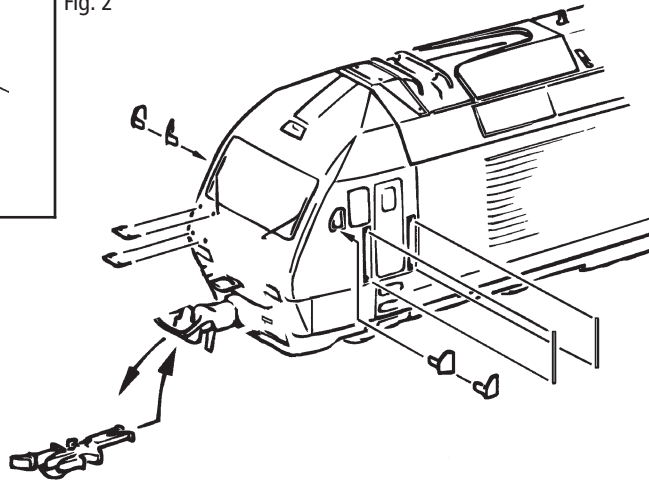
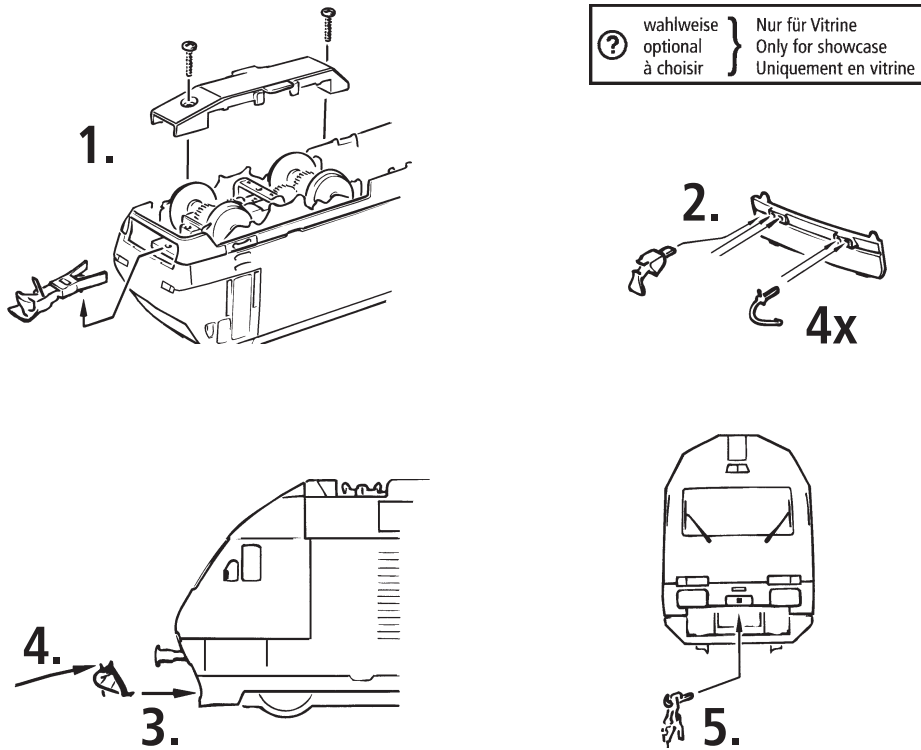

Fig. 4
Fig. 5
2. Schmierung: Versehen Sie die im Schmierplan in Fig. 5 gekennzeichneten Stellen mit nur **kleinen Öltropfen**. Dazu zuerst das Lokgehäuse abnehmen (Fig. 4). Für die regelmäßige Schmierung der Radachsen empfiehlt es sich, zuerst mit größter Sorgfalt den Getriebedeckel abzunehmen. Die dafür notwendige Vorgehensweise wird in Fig. 8 grafisch dargestellt. Wir empfehlen den ROCO **Öler Art.-Nr. 10906**. Fürs Schmieren der Getriebeteile (Zahnräder, Schnecke) empfehlen wir das **ROCO-Spezialfett Art.-Nr. 10905**. Im Falle der Schmierung diese Teile **nicht ölen**.
4. Kohlebürstenwechsel: Lokgehäuse abnehmen (Fig. 4). Danach wird der Motor ausgebaut und die Kohlebürsten ausgewechselt (Fig. 9).
2. Lubrication: Apply **tiny oil drops** to spots marked in fig. 5. Prior to lubrication dismantle locomotive (fig. 4). We recommend using item no. **10906, ROCO oiler**. For lubrication the gearparts (e.g. cogwheels, worm) we should recommend our ROCO **special grease** (item no. **10905**).
4. Carbon Brush Changing: First remove loco body (fig. 4), and then the motor (fig. 9).
2. Graissage: N'appliquez **qu'une toute petite goutte** aux endroits indiqués par le plan de graissage (fig. 5) après avoir démonté la caisse de la locomotive (fig. 4). Nous vous recommandons **le graisseur à huile ROCO réf. 10906**. Pour graisser les engrenages (roues dentées, vis sans fin) nous vous conseillons la **graisse spéciale ROCO réf. 10905** pour engrenages en matières synthétiques. Lorsque vous utilisez cette graisse il faut éviter d'huiler ces composants.
4. Remplacement des balais du moteur: Dé- montez la caisse (voir fig. 4). Démontez ensuite le moteur et échangez le balais (fig. 9).